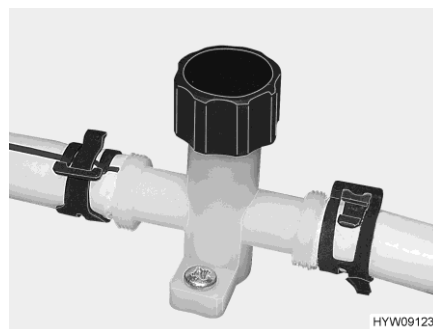
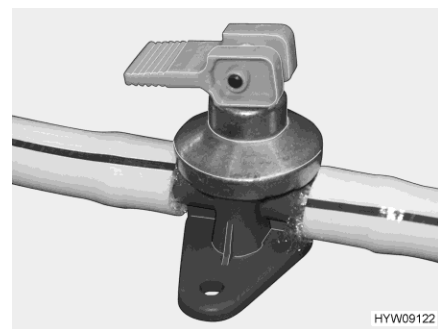

Fig. 161 Robinet de vidange (conduite d'eau)
Fig. 162 Robinet de vidange (chauffe-eau Alde)
- Fermer les robinets de vidange. Tourner pour cela le capuchon (Fig. 161) dans le sens des aiguilles d'une montre et le levier à bascule (Fig. 162) à l'horizontale.
- Ouvrir les robinets de vidange. Tourner pour cela le capuchon (Fig. 161) dans le sens inverse des aiguilles d'une montre et mettre le levier à bascule (Fig. 162) à la verticale.